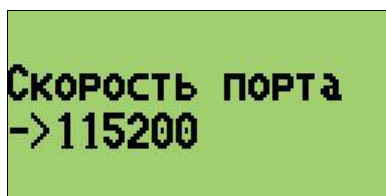

Рис. 6. Выбор скорости порта
8. С помощью кнопок ▲ и ▼ выберите скорость порта «**115200**» (см. Рис. 6).